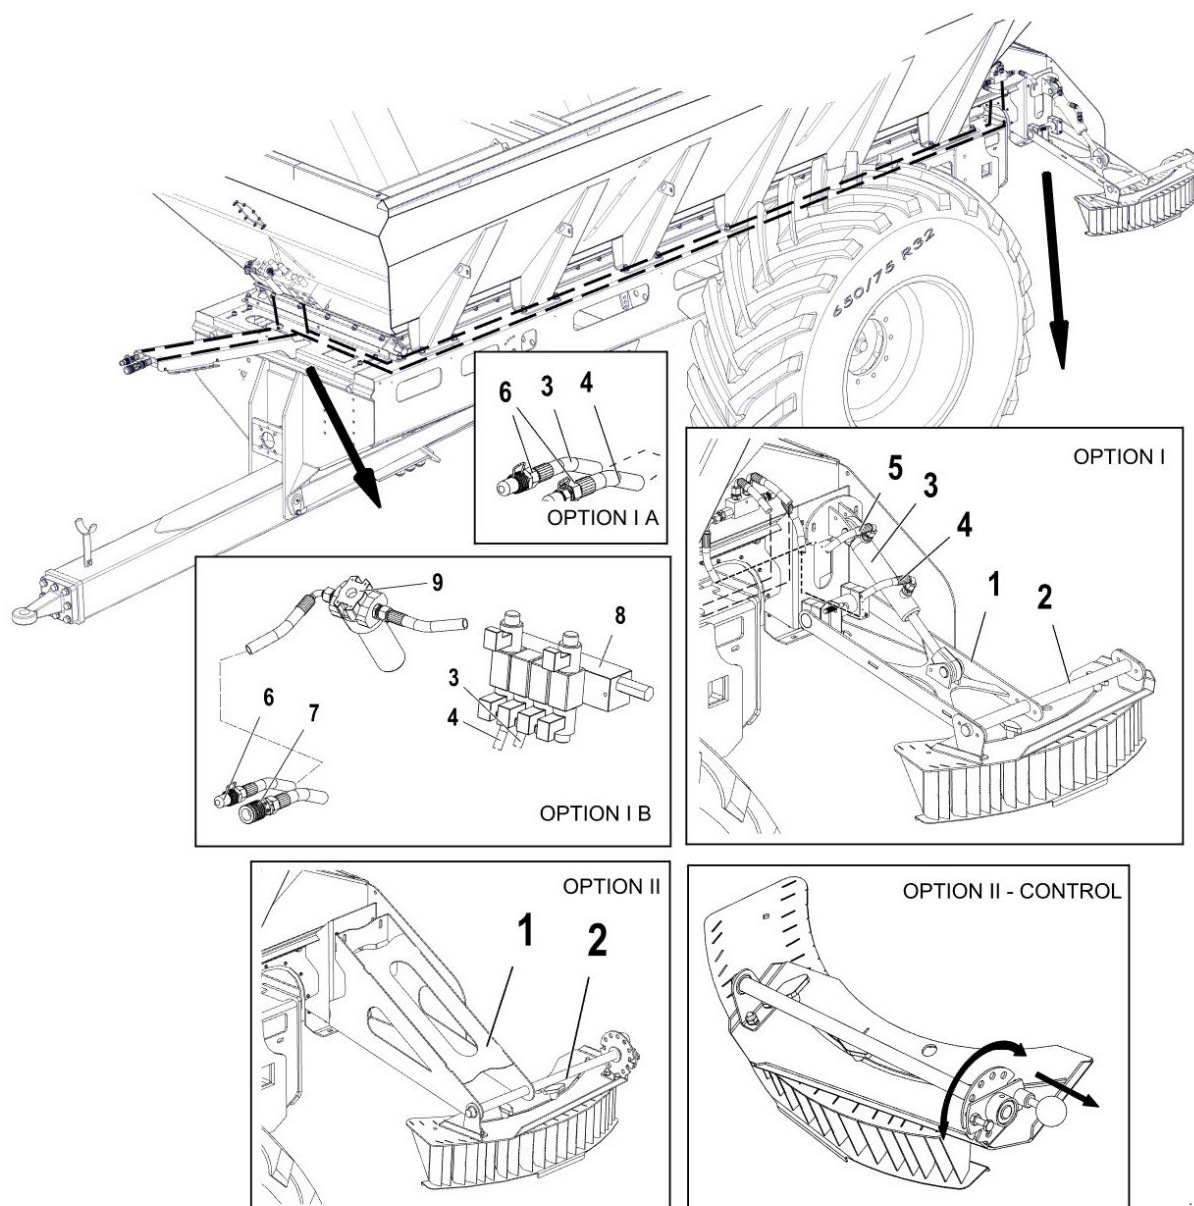

Рис. 23 – Гидравлический и механический ограничители
Есть возможность управления непосредственно из кабины трактора – вариант А, и через клапанный блок – вариант В (улучшенный). Механический ограничитель не требует гидравлической системы (II). Составные элементы обоих вариантов, схематически изображены на Рис. 23.